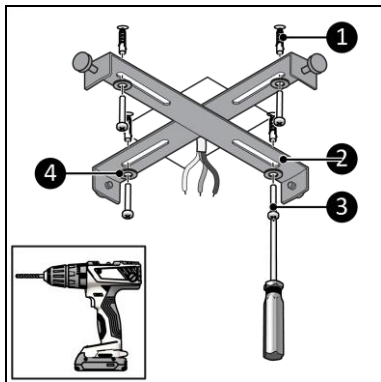

Figure 4
4. Insérez les chevilles dans les quatre trous (Figure 4, pos. 1).
5. Utilisez les vis Philips (Figure 4, pos. 3) et les rondelles (Figure 4, pos. 4) pour attacher le support de suspension (Figure 4, pos. 2) au plafond.